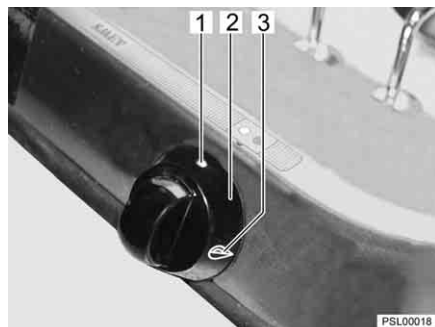

Fig. 68 Boutons de commande pour le réchaud à gaz
- Tourner le bouton tournant (Fig. 68,2) du brûleur désiré en position d'allumage (grande flamme, Fig. 68,3).
- Tourner le bouton tournant sur la position "0" (Fig. 68,1). La flamme s'éteint.